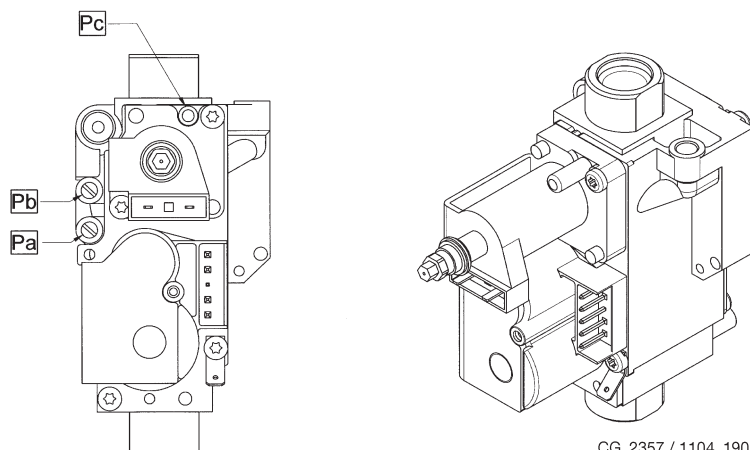

Figura 10
- Conecte la toma de presión positiva de un manómetro diferencial, si es posible de agua, en la toma de presión (**Pb**) de la válvula del gas (Figura 10). Sólo en los modelos con cámara estanca: conecte la toma negativa del mismo manómetro a una **T** que permita conectar al mismo tiempo la toma de compensación de la caldera, la toma de compensación de la válvula del gas (**Pc**) y el manómetro. Una medición similar puede realizarse conectando el manómetro a la toma de presión (**Pb**) sin el panel frontal de la cámara estanca. Cualquier otro método utilizado para medir la presión en los quemadores podría dar resultados falsos, ya que no tomaría en cuenta la depresión creada por el ventilador en la cámara estanca.
- Controle que la presión dinámica de alimentación de la caldera, medida en la toma de presión (**Pa**) de la válvula del gas (Figura 10), sea correcta (37 mbar para propano o 20 mbar para gas natural).
- Regular el tornillo "Pmax/Pmin" (figura 10) hasta obtener el valor de presión que se indica en la Tabla 1.